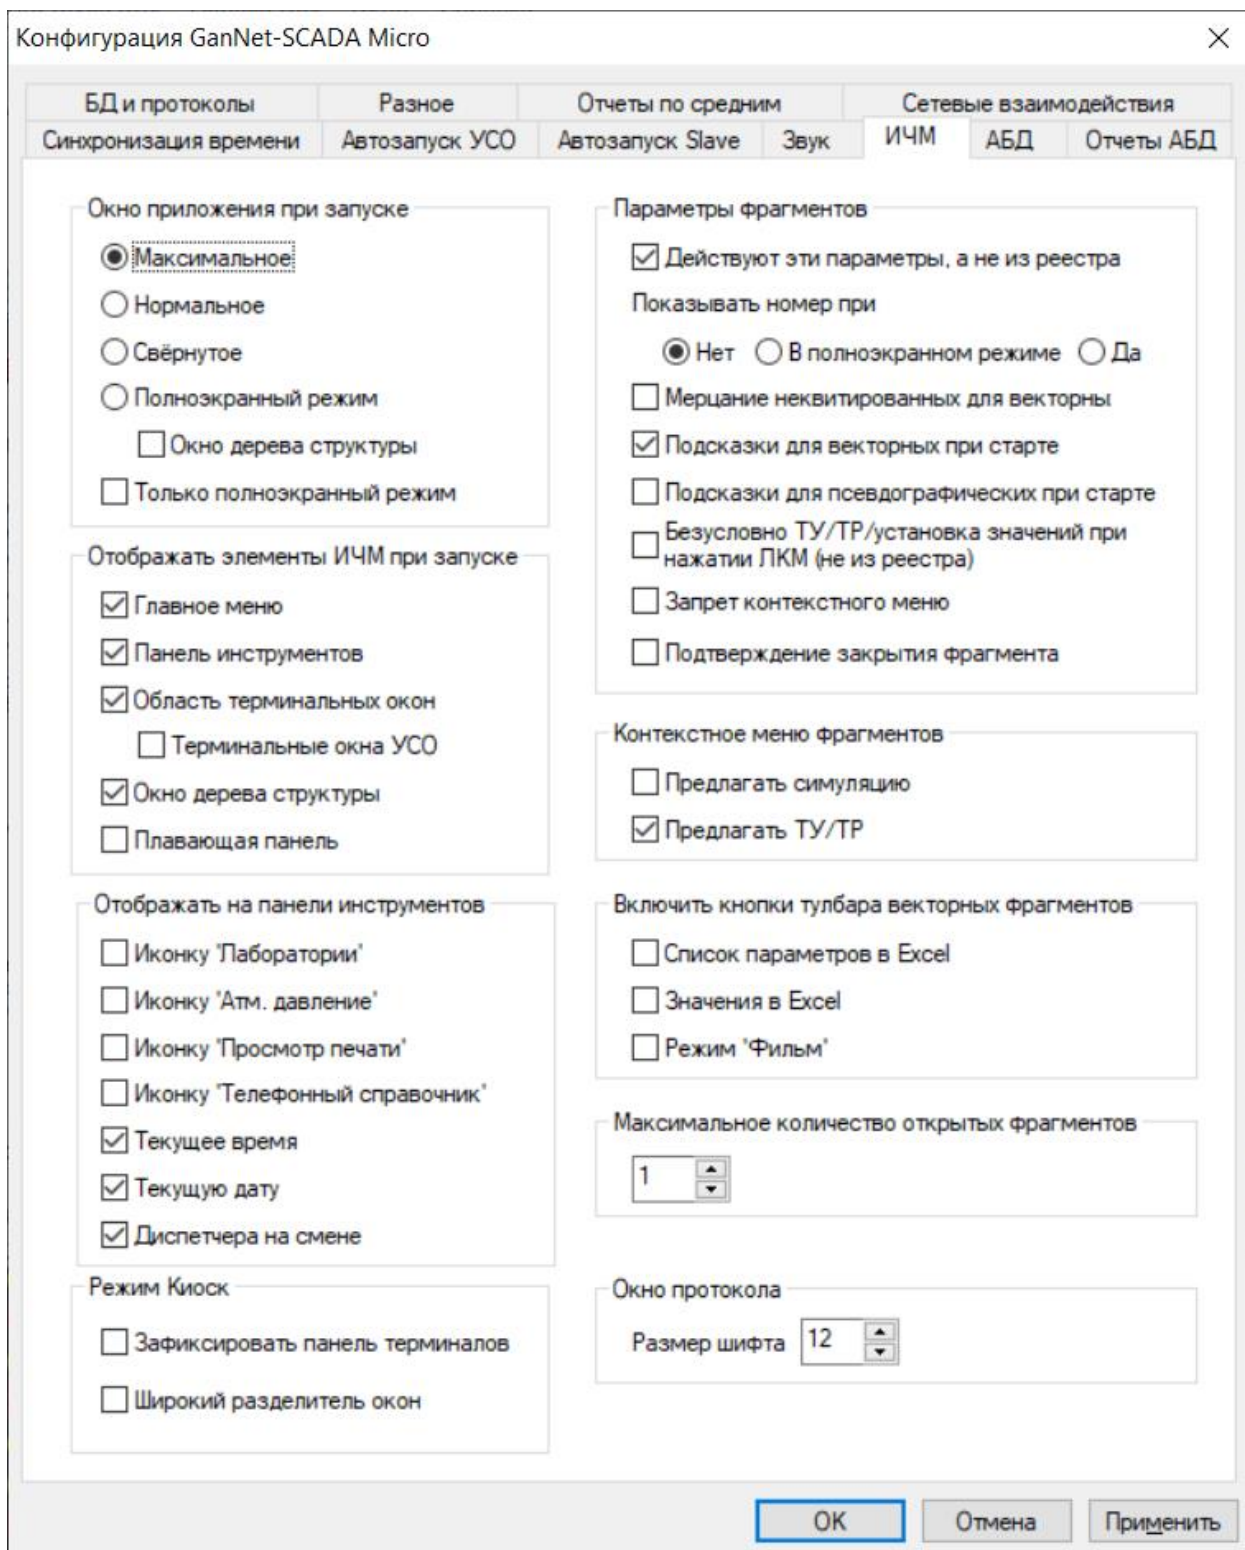

Рисунок 4-5 – Установка параметров ИЧМ
- \* набора индикаторов (см.3): дата, время, диспетчер на смене (зарегистрирован). Отображение индикаторов конфигурируется в диалоге «Конфигурация GanNet-SCADA Micro» (<Ctrl>+<K>) – «ИЧМ» – «Отображать на панели инструментов» (см. Рисунок 4-5).
Micro» - «ИЧМ» - «Окно приложения при запуске», Рисунок 4-5, см. 0). Можно начинать работу с полноэкранного режима.